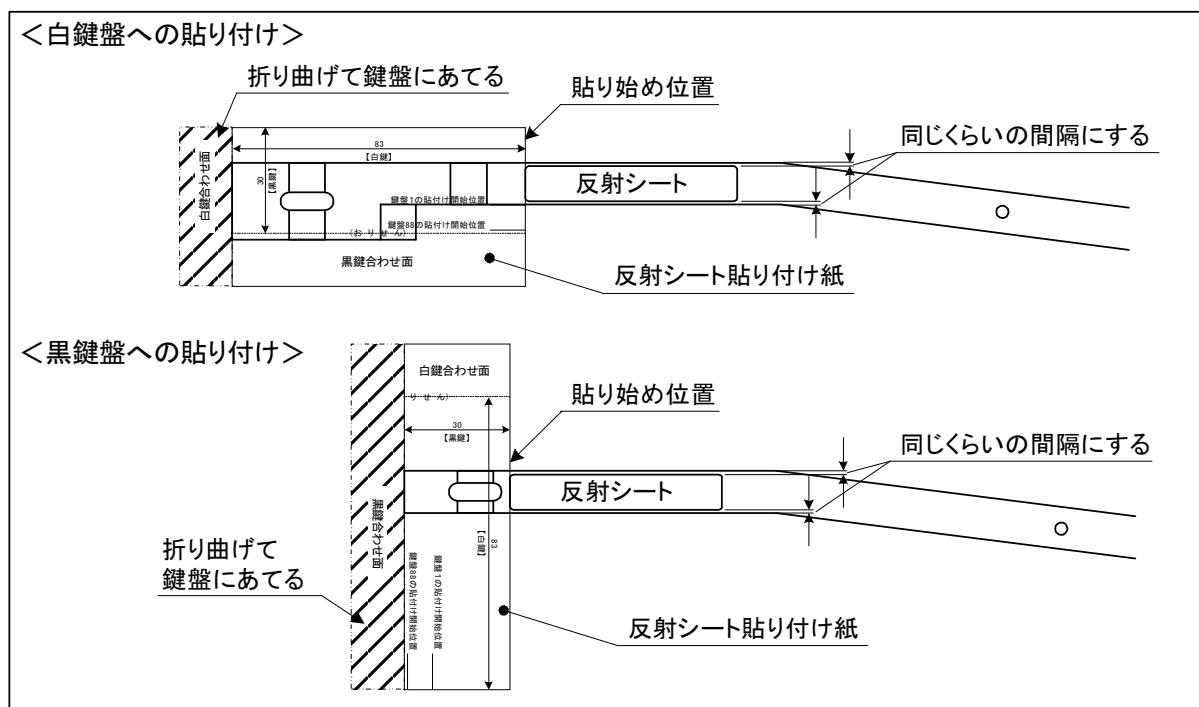
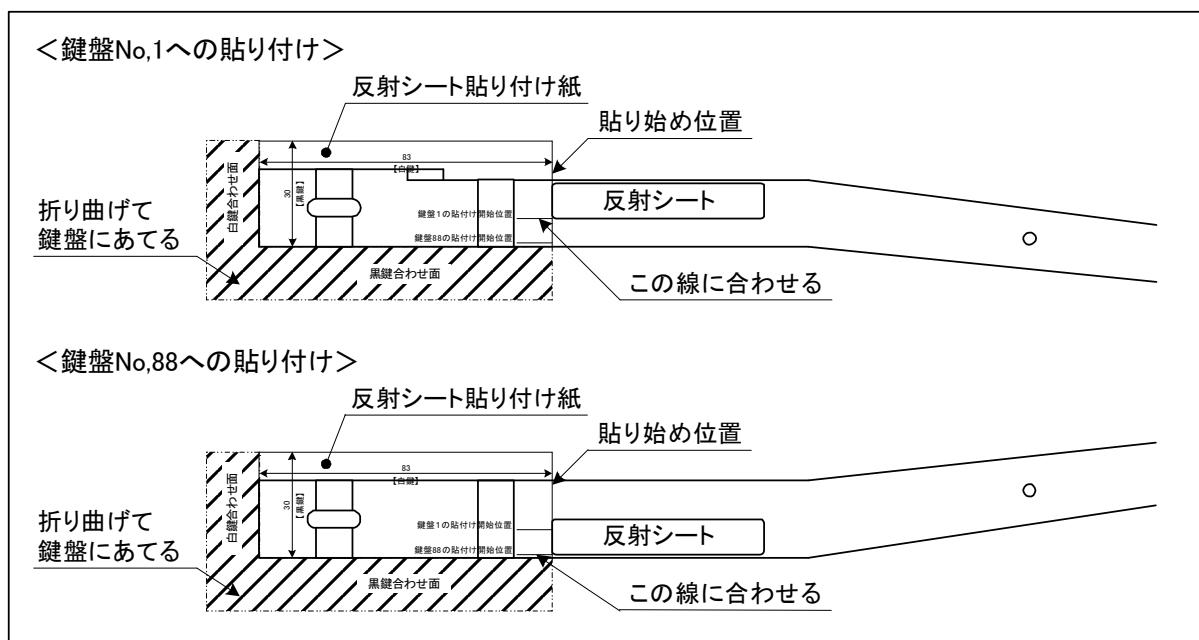

図3.3-7 反射シートの貼り付け
図3.3-8 白鍵No.1と黒鍵No.88への貼り付け
折り曲げ、鍵盤の先端部に当てて、各鍵盤用の間隔を取り貼り付ける。(図3.3-7を参照)
尚、鍵盤No.1とNo.88は反射シートを貼る場所の幅が広くなっているので、図3.3-8
(7) 反射シートを貼り付けた鍵盤をピアノに取り付け、キーボードユニットのセンサーと反射シートの位置関係を確認する。反射シートの下にセンサーがある場合は、図3.3-7と図3.3-8の要領で全ての鍵盤に反射シートを貼り付ける。もし、センサーが外れている場合は、センサーに合わせて反射シートの位置を変えて貼り直し、残り全ての鍵盤も同じ位置に貼り付ける。